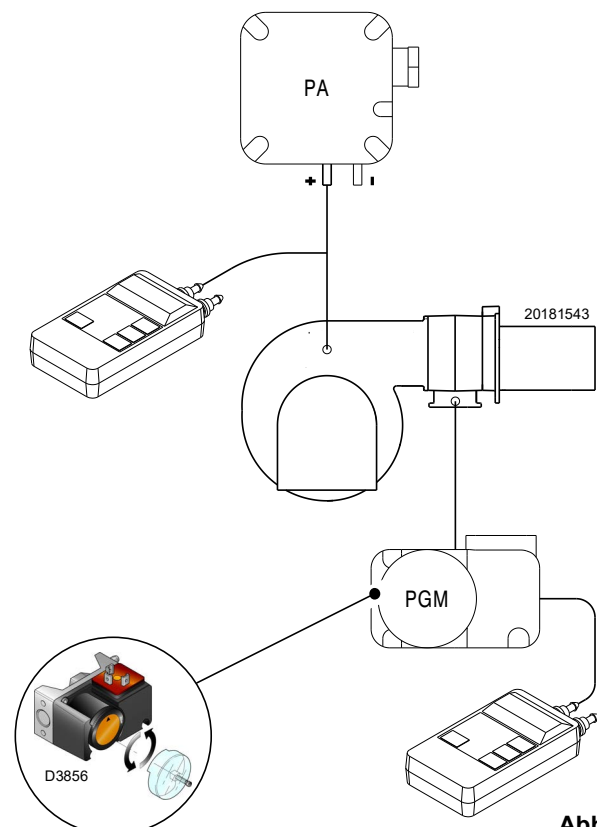

Abb. 30
- Den Gas-Höchstdruckwächter (Abb. 30 auf Seite 32) auf den Skalenendwert stellen.
Einstellung des Gas-Höchstdruckwächters (Abb. 30) nach Durchführung aller anderen Einstellungen des Brenners mit auf Skalenende eingestelltem Gas-Höchstdruckwächter ausführen.